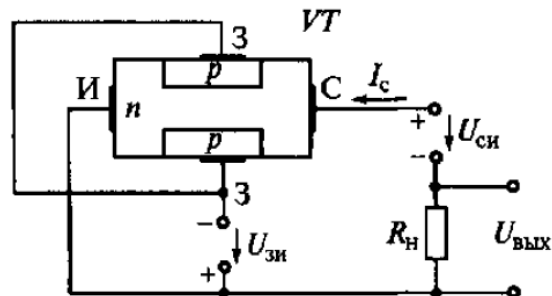

Рис. 3
9. В каком направлении включены р-п переходы затвора полевого транзистора, показанного на рис. 3?